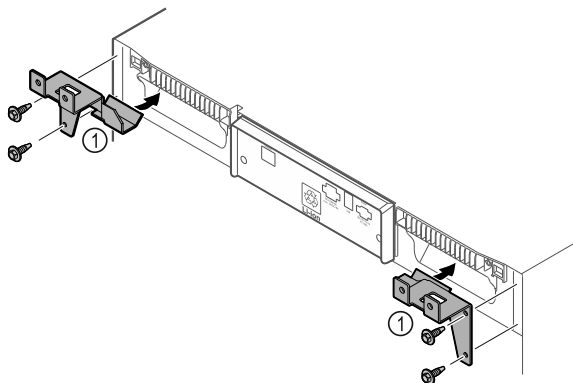

Fig. 10
- ▶ Монтирайте крепежните части Fig. 10 (1) на уреда със самонарезните винтове.